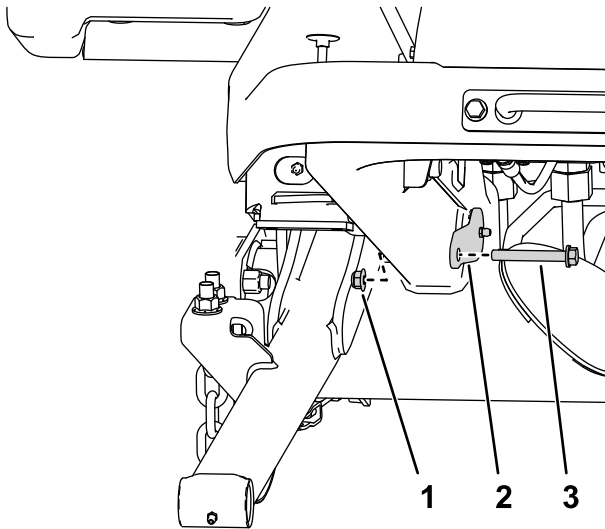

Figura 7
4. Utilice 2 tuercas ($\frac{3}{8}$ ") y 2 pernos ($\frac{3}{8}$ " x $2\frac{3}{4}$ ") para sujetar los pasadores grandes al bastidor (Figura 7).